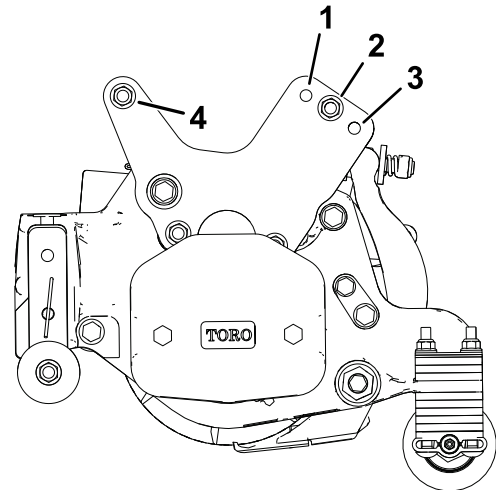

Figura 20
Nota: Para lograr un corte **menos** agresivo, monte las bridas de la unidad de corte en la posición número 1 o monte las bridas en la posición número 3 para obtener un corte **más** agresivo (Figura 20).
3. Consulte la Figura 20 para conocer las configuraciones de agresividad del corte.